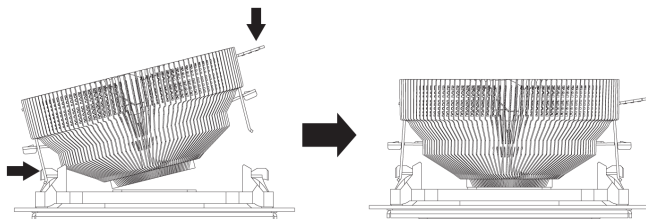

Рис. 8
2) Фиксируем меньшую скобу на радиаторе за крепежную рамку, потом цепляем прямую скобу за выступ крепления. Затем прижимаем радиатор к процессору и зацепляем его изогнутой скобой за крепежную рамку как на Рис. 8. Убедитесь что система плотно располагается на своем месте и не двигается.